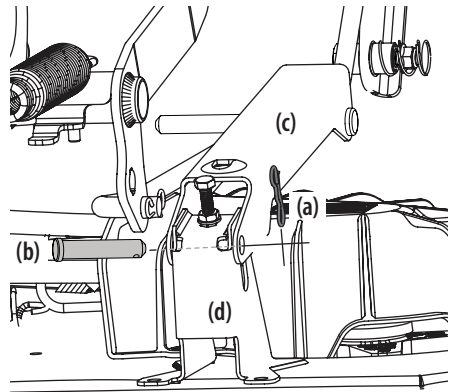

Figura 43
- Extraiga los dos pasadores con unión curva (a) de los pasadores de horquilla (b) que sujetan los soportes del varillaje de elevación (c) a los soportes traseros de elevación de la plataforma (d) en la plataforma. Extraiga los pasadores de horquilla (b). Consulte la Figura 43.